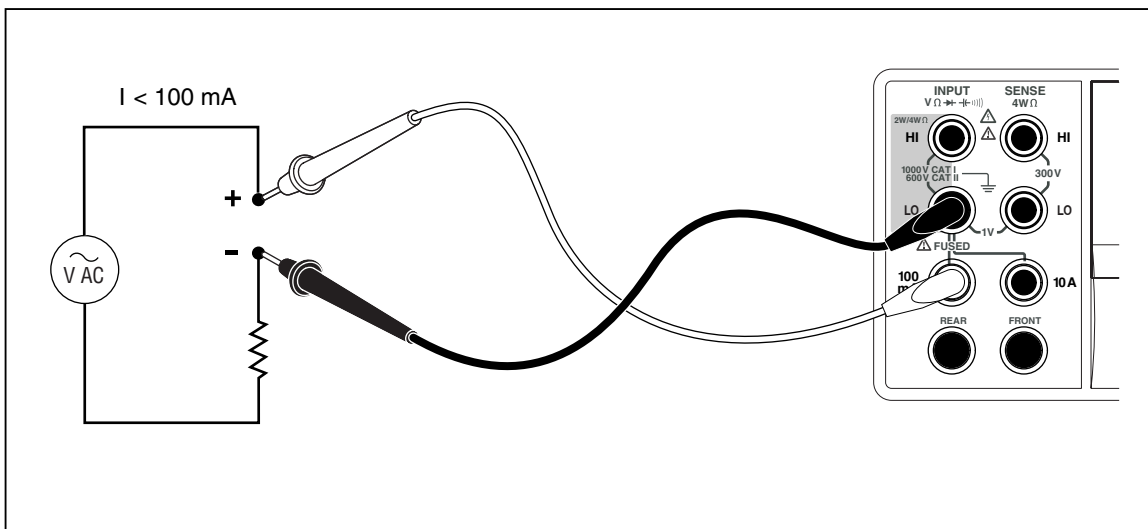
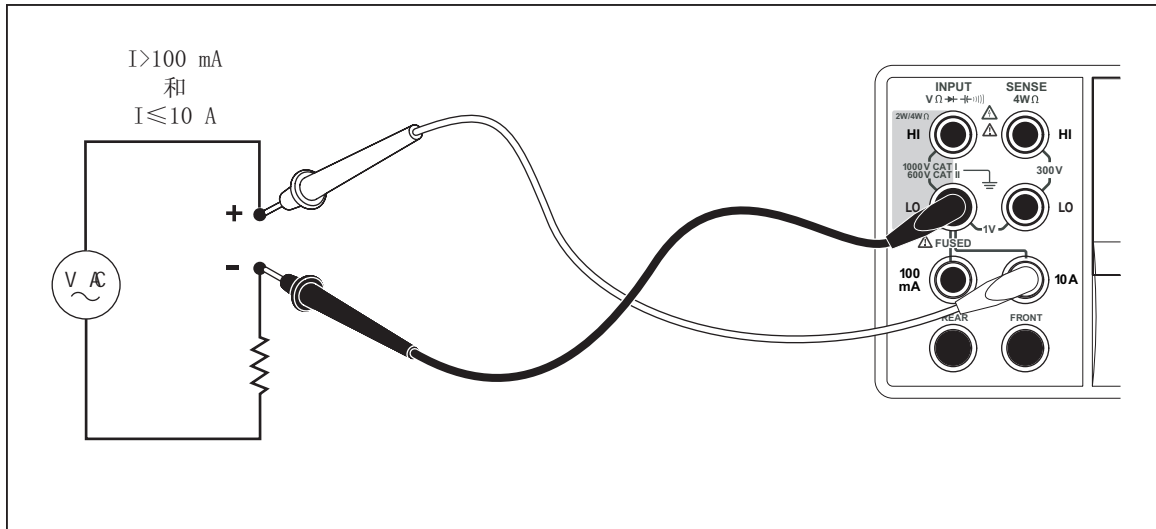

图 4-4. 低于 120 mA 的电流测量的输入连接
图 4-5.高于 120 mA 的电流测量的输入连接
数字多用表可以测量高达 10A 的交流和直流电流两个独立的输入连接端（共用 LO 连接端）被用来测量电流。为了获得最佳的分辨力，不超过 100 mA 的电流测量应该使用 LO 和 mA 输入端，如图 4-4 所示。
预期在 120 mA 和 10 A 之间的电流，应该使用 Input LO 和 10A 输入连接端进行测量，如图4-5所示。
- 对于 120 mA 或更小的电流，请按如图4-4 所示在数字多用表和被测电路之间连接测试线；对于最大 10 A 的电流，请按图4-5连接测试线。
1. 根据预期电流的大小，按图4-4或图4-5所示，在数字多用表输入连接端和被测电路之间连接测试线。